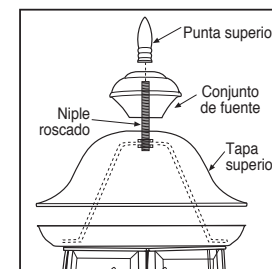

**Figura 3**
- Para las tapas superiores tipo arpa, destornille la punta superior para quitar el conjunto de fuente y la tapa superior del niple roscado. Coloque las bombillas. Reinstale la tapa superior, el conjunto de la fuente y la punta superior (ver la figura 3).